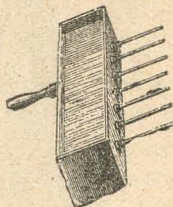

Fig. 84.—Aparato de Ingenhouz
**2. Conductibilidad de los sólidos.**—*Experimento de Ingenhouz.*—Se averigua la diferencia de conductibilidad de los sólidos con el aparato de Ingenhouz (fig. 84). Es una caja metálica que lleva clavadas, varitas de diferentes substancias cubiertas de cera amarilla, que penetran un poco en el interior. Estando la caja llena de agua hirviente, caliéntanse las varitas por conductibilidad y la cera se funde en una longitud tanto más larga cuanto mayor sea la conductibilidad.